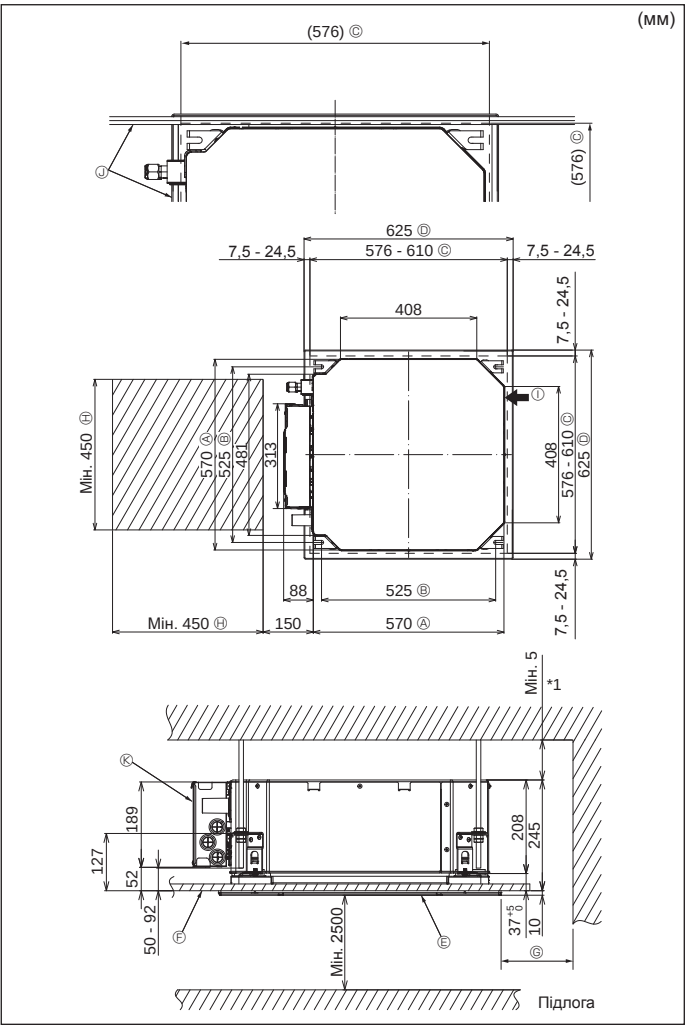

Fig. 4-2
4.2. Місця для отворів у стелі та встановлення підвісних болтів (Fig. 4-2)